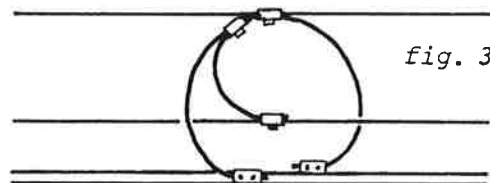

fig. 37
- En caténaire compound, toutes les 2 portées (normalement après le support, dans le sens de la marche normale des trains) (fig.37)